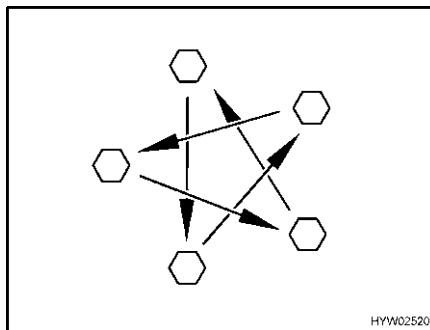

Fig. 198 Serrare a croce i dadi o i bulloni delle ruote
- Controllare regolarmente il serraggio dei dadi o dei bulloni. Regolare a croce (Fig. 198) il serraggio dei dadi o dei bulloni di una ruota sostituita dopo circa 50 km.
- ▷ Serrare a croce i dadi o i bulloni delle ruote (Fig. 198).